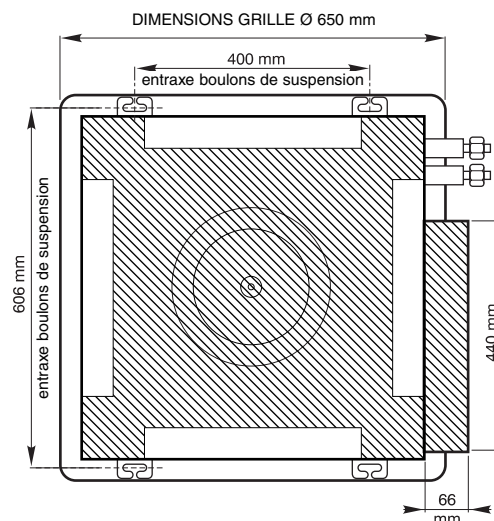

Fig. 3
- Se conformer aux indications de la fig. 3.